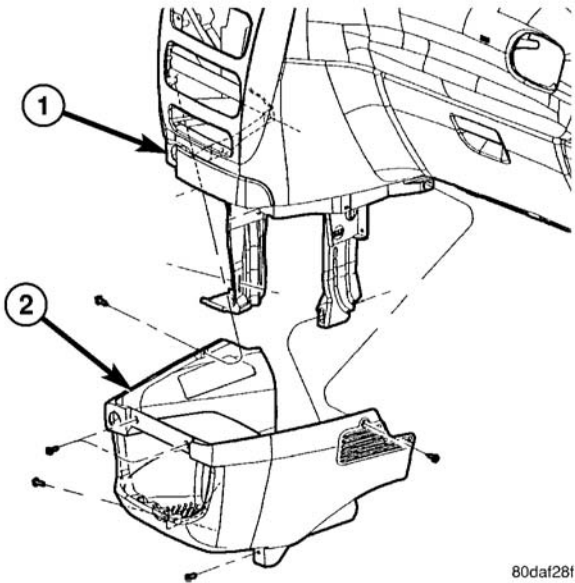

图 11 仪表板落地控制台
- (1) 将固定下控制台至地板托架和仪表板的螺钉卸下（图 11）。
- (2) 将下控制台向后滑过仪表板支承。
- (1) 连接辅助电源插座导线接头（如配备）。
- (2) 将下控制台安装至车辆（图 11）。
- (3) 将控制台向前滑过仪表板支承。
- (4) 安装将下控制台固定至地板托架和仪表板的螺钉。